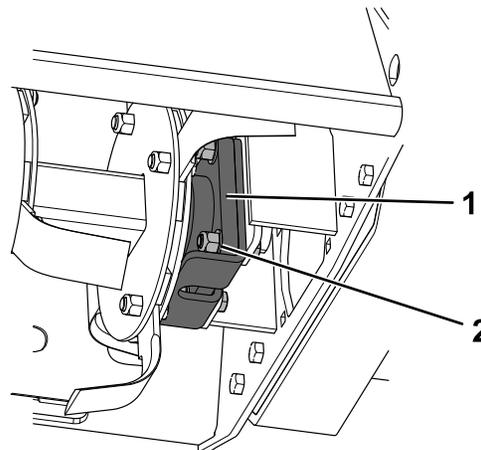

Figura 9
1. Tuerca – $\frac{9}{16}$ " (4)
5. Sostenga el conjunto del rotor usando un polipasto, y retire las 4 contratuercas ($\frac{5}{8}$ "), las 4 arandelas y los 4 pernos ($\frac{5}{8}$ " x $2\frac{1}{2}$ ") que sujetan el protector del cojinete y el cojinete en cada extremo del conjunto del rotor (Figura 9).
1. Instale el conjunto del rotor con los 2 protectores de cojinete y los cojinetes usando 4 contratuerzas ($\frac{5}{8}$ "), 4 arandelas, y 4 pernos ($\frac{5}{8}$ " x $2\frac{1}{2}$ ") para cada juego de protectores y cojinetes (Figura 9). Apriete los pernos a 183–224 N·m (135–165 pies-libra).